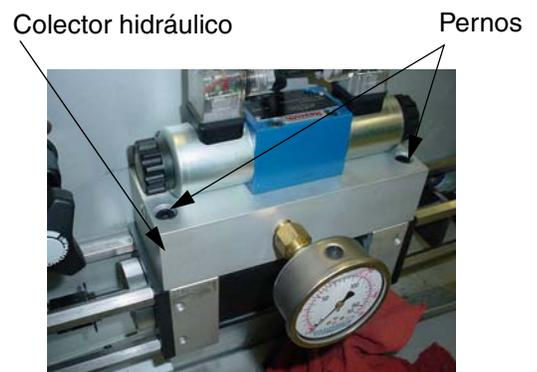

FIG. 13
4. Retire los cuatro pernos que sujetan el colector hidráulico al cilindro hidráulico. Vea FIG. 13.